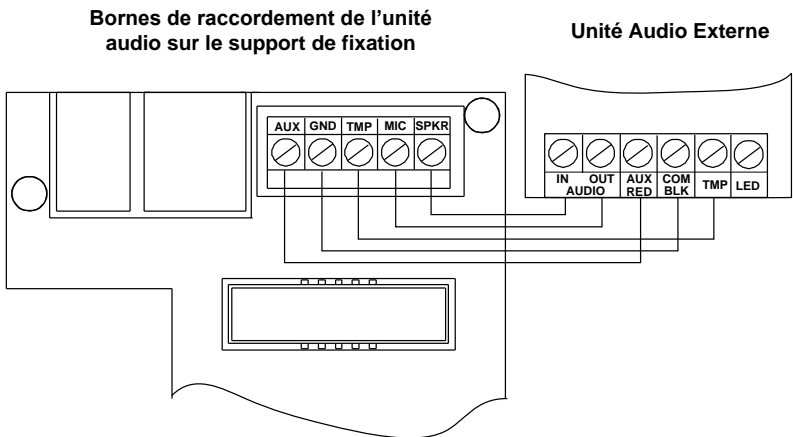

Figure 10 : Câblage de l'unité audio externe à l'Agility
- Câblez l'unité audio à l'Agility, comme affiché dans le diagramme de câblage décrit dans la Figure 10. Les bornes de câblage de l'unité audio à l'Agility se trouvent sur le support de fixation de l'Agility.